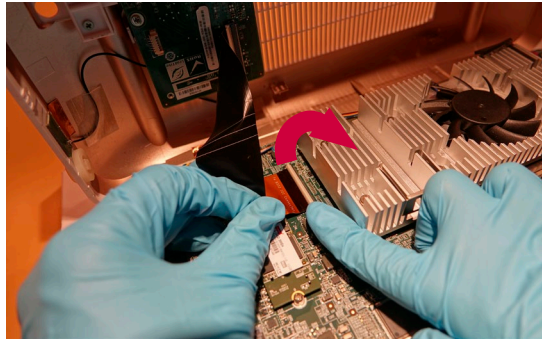

Figura 11: Desconexión del cable FPC
j) Suelte el cable FPC (Figura 11)